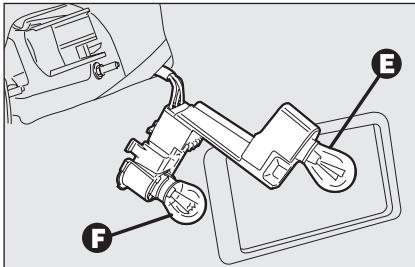

fig. 39
- quite y sustituya la lámpara correspondiente empujándola ligeramente y girándola hacia la izquierda **fig. 39**: